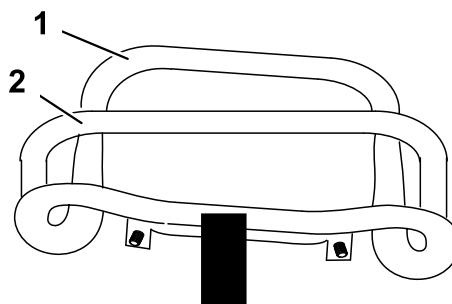

Bild 50
3. Ziehen Sie den Fahrantrieb gerade nach hinten, sodass die Vorderseite des Fahrantriebs den Anschlagbügel berührt (Bild 50).